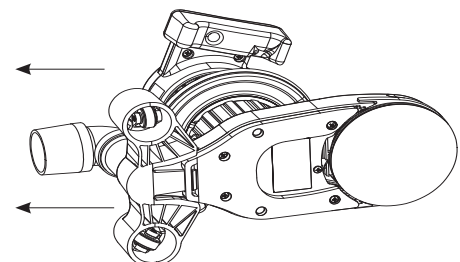

Figura 6
3. El accesorio de ruedas para bordes debe usarse solo para bordes. Para el lijado de escaleras, retire el accesorio de ruedas para bordes con un golpe rápido hacia atrás (Figura 6).